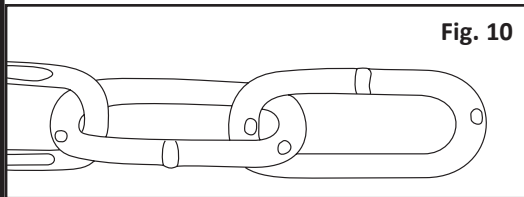
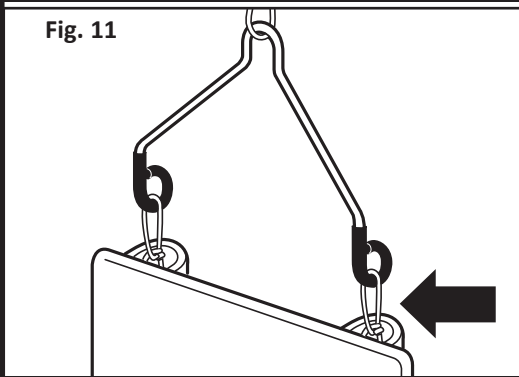

Fig. 10
Fig. 11
2. Place one covered chain onto each harness so that it fits at the top of the V-hanger. Insert uncoated chains to bottom vinyl hooks of V-hanger. (**Fig. 10**). Crimp harness end closed. **CAUTION: It is important that you crimp harness ends completely closed before using (see Fig. 11). Place end of harness with hooks on a hard surface and force hooks closed with a hammer or squeeze closed with a pliers until parts are touching. WARNING: Open hooks can cause deep cuts.**
2. Coloque una cadena con recubrimiento en cada arnés, de manera que se ajuste a la parte superior del colgadero en V. Inserte cadenas sin recubrimiento en los ganchos inferiores de vinilo del colgadero en V. (**Fig. 10**). Cierre el extremo del arnés a presión. **PRECAUCIÓN: Es importante cerrar a presión los extremos del arnés de manera tal que queden completamente cerrados antes de usarlo (ver la Fig. 11). Coloque el extremo del arnés con ganchos en una superficie dura y cierre los ganchos con un martillo o con alicates hasta que se toquen las partes. ADVERTENCIA: los ganchos abiertos pueden causar cortes profundos.**
2. Placez une chaîne gainée dans chaque harnais afin qu'elle s'adapte à la partie supérieure du support en V. Insérez les chaînes sans gaine dans les crochets de vinyle de la partie inférieure du support en V (**fig 10**). Refermez l'extrémité du harnais. **ATTENTION : Il est important de refermer complètement les extrémités du harnais avant d'utiliser l'équipement (voir la fig. 11). Placez les extrémités en crochet des harnais sur une surface dure et fermez l'ouverture à l'aide d'un marteau ou utilisez une pince et serrez jusqu'à ce que les deux parties de l'anneau se touchent. AVERTISSEMENT : Des crochets ouverts peuvent causer des coupures profondes.**